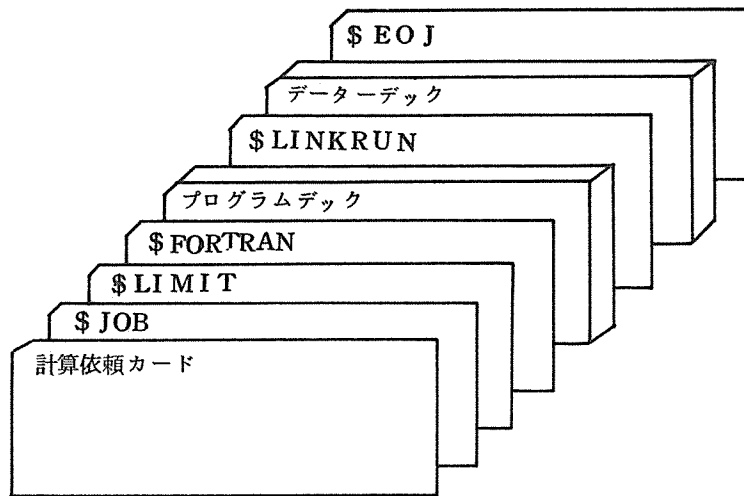

図4-3 標準形カードデック構成(連絡所)
② 豊中以外の連絡所から計算依頼される時は、図4-3の要領でカードデッキを用意し、計算依頼カードに必要な事項を記入の上、連絡所受付に提出して下さい。なお、計算依頼カードの受付番号欄左端に必ずJOB区分A, B, Cのいずれかを記入して下さい。
学外から計算依頼される時は、図4-3の要領でカードデックを用意し、計算依頼カードに必要な事項を記入の上センター宛に小包で郵送して下さい。なお、計算依頼カードの受付番号欄左端に必ずJOB区分、A、B、Cのいずれかを記入して下さい。